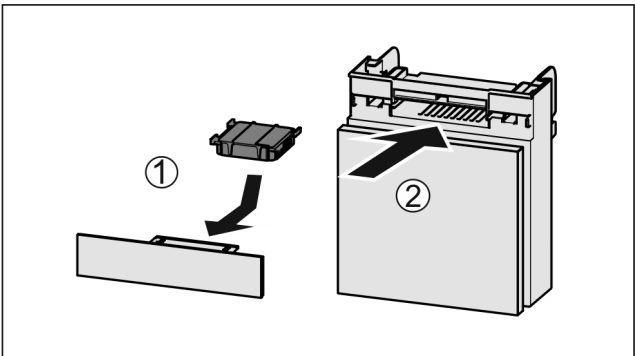

Fig. 81
► 按图装入 Fig. 81 (1) 活性炭过滤器。
► 推入 Fig. 81 (2) 抽屉。